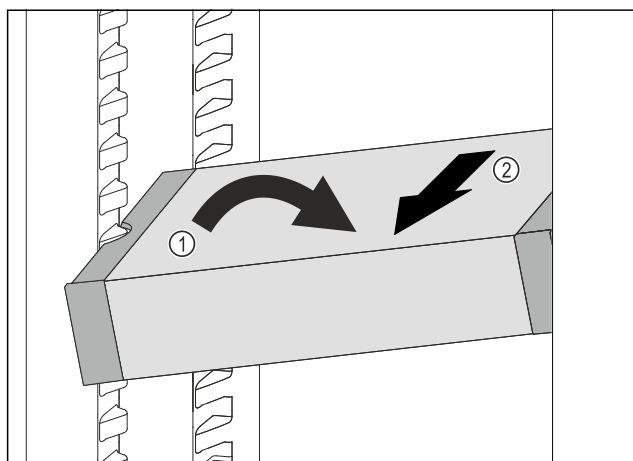

Fig. 122
- VarioSafe postavte v chladničce šikmo. Fig. 122 (1)
- VarioSafe odeberte směrem dopředu. Fig. 122 (2)